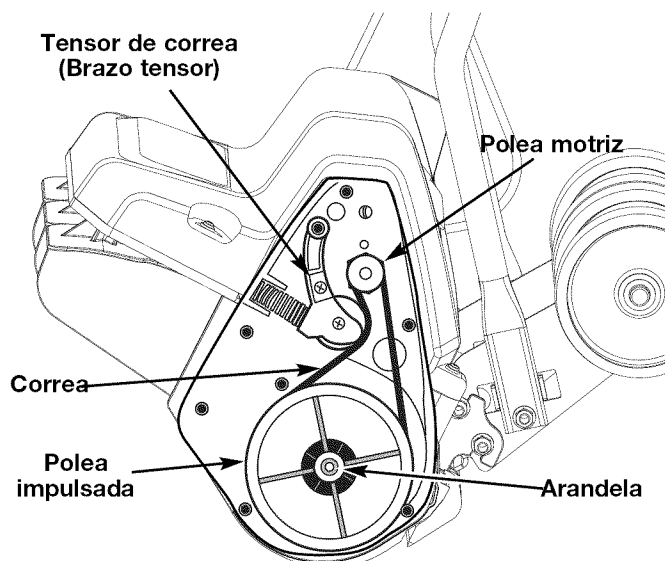

Fig. 11
3. Hale el tensionador de la correa (brazo tensor) separándolo de la polea de tracción. Quite la correa dañada de la polea dentro de la cubierta. Deséchela en forma apropiada (Fig. 11).
4. Ponga la nueva correa en la polea de tracción y en la polea impulsada (Fig. 11). Hale el tensor de la correa (brazo tensor) separándolo de la polea de tracción para que instale la correa alrededor de la polea de tracción.